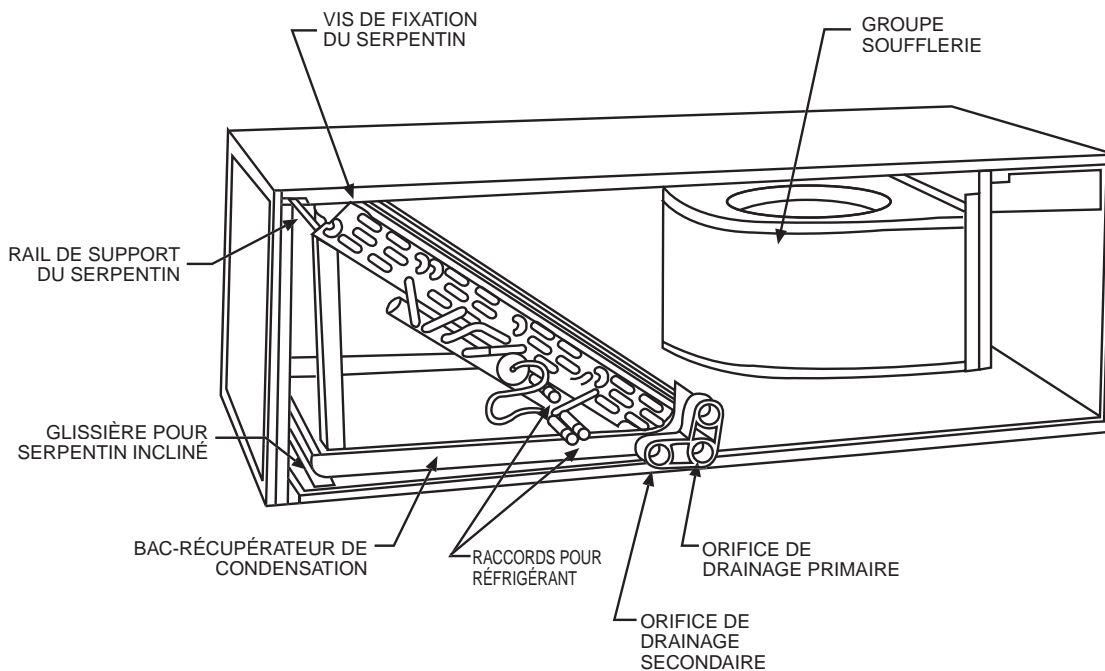

Fig. 3 - Conversion pour applications horizontales droites avec serpentin incliné
1. Enlever les panneaux d'accès à la soufflerie et au serpentin ainsi que le panneau de montage (Fig. 3).
4. Installer le ventilateur-convecteur du côté droit et remettre à sa place le groupe du serpentin avec le bac à condensat positionné en bas (Fig. 3).